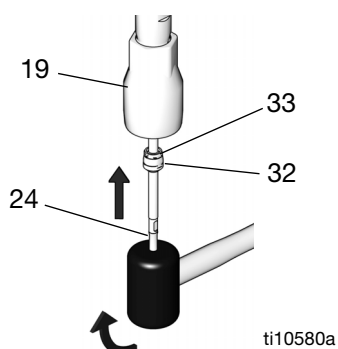

FIG. 24
10. Smörj primningskolvstången (24) och skjut sedan på den hopsatta intagsventilen på stängen. Se till att tätningsmuttern (33) skjuts på först. Tryck upp ventilenheten längs stängen och stanna innan den når intagsventilhuset (19). Se FIG. 24.
11. Håll ventilhuset (32) ordentligt med en skruvnyckel medan du med en skiftnyckel drar åt tätningsmuttern (33). Se tabellen nedan för information om rätt moment. Använd en gummiklubba på primningsventilstången (24) för att driva upp ventilenheten tills det tar stopp.